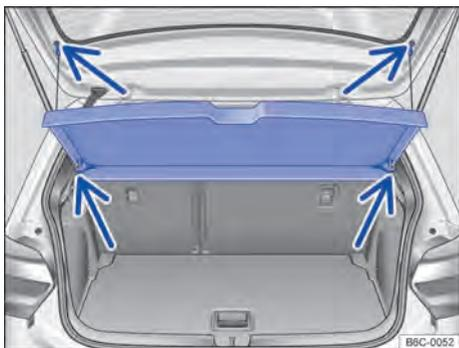

Fig. 169 No compartimento de bagagem: remover e instalar a cobertura do compartimento de bagagem.
- Desprender os cordões de retenção do suporte da tampa traseira → Fig. 169 (setas superiores).
- Retirar a cobertura do compartimento de bagagem por trás, para fora dos suportes laterais → Fig. 169 (setas inferiores).
- Empurrar a cobertura do compartimento de bagagem para a frente, introduzindo-a nos suportes laterais → Fig. 169 (setas inferiores).
- Encaixar os cordões de retenção na tampa traseira → Fig. 169 (setas superiores).